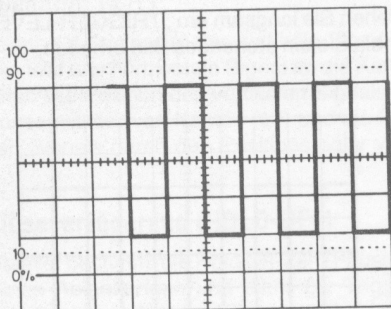

Abb. 6.2.
- 6.2.18. Drehen Sie den DELAY-TIME-Schalter auf 1 ms/DIV. Ein Teil des abgebildeten Signals wird ausgeblendet (s. Abb. 6.2.)